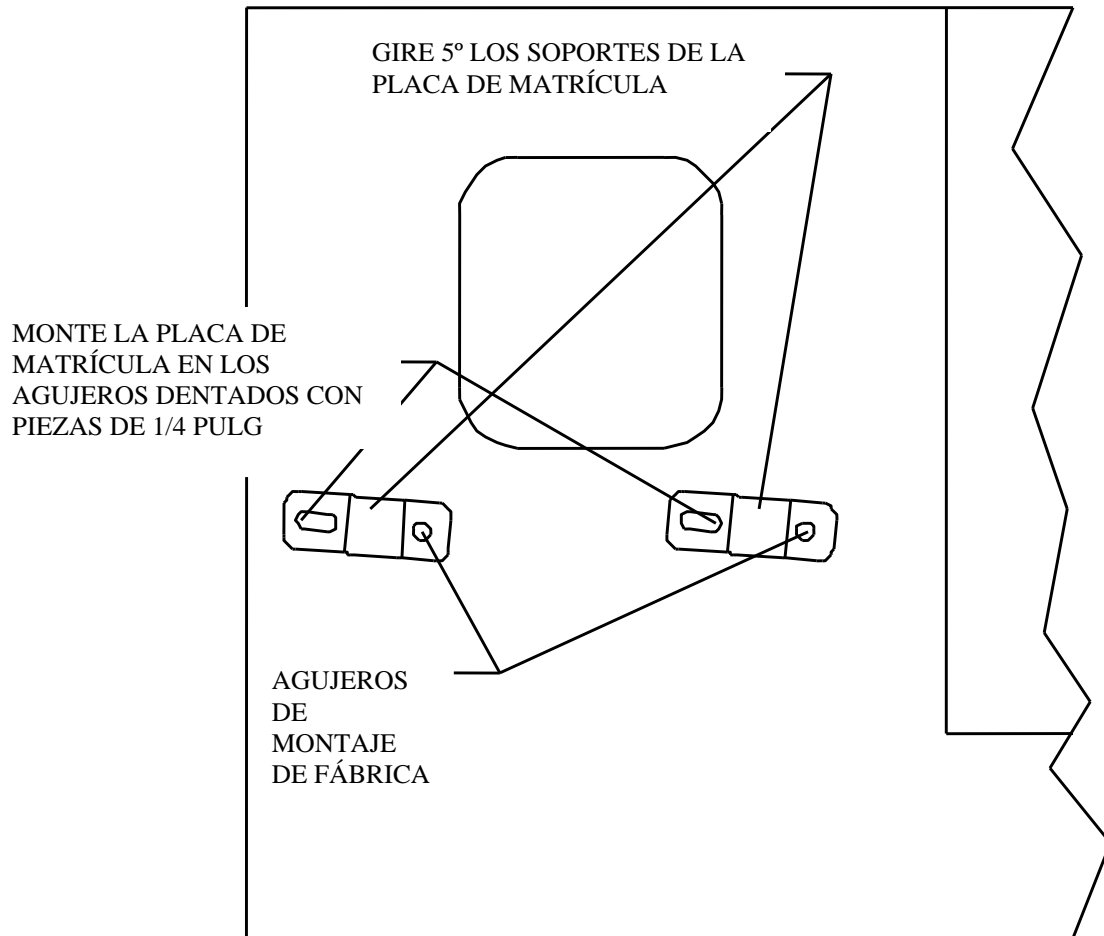

FIGURA 9, SOPORTES DE MONTAJE PARA LA MATRÍCULA SOLO EN MODELOS TJ
21. En los modelos TJ, y haciendo uso de las dos abrazaderas que se proporcionan, monte los soportes a la carrocería con los tornillos que vienen de fábrica. El extremo del soporte que incorpora el orificio estándar se monta en la carrocería. Los orificios dentados se utilizan para el montaje de la placa de la matrícula. Alinee las dos abrazaderas para que giren 5 grados y puedan separarse de la puerta trasera. Apriete los tornillos. Con las piezas de ¼ pulg. que tiene a su disposición, introduzca un perno con una arandela plana por la placa de la matrícula y el soporte y apriételo con una arandela de presión y una tuerca. Repita este proceso para las dos abrazaderas. **Consulte la Figura 9.**